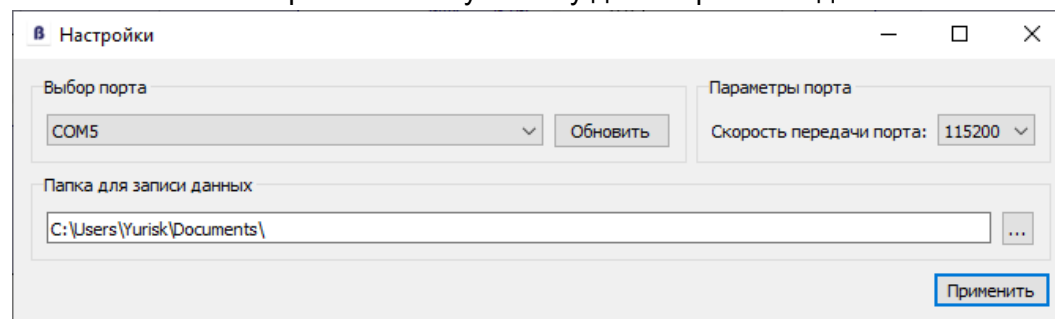

Рисунок 12 - Окно “Настройки”
6) Для сохранения получаемых данных в виде текстового файла необходимо открыть настройки (см. рис. 12) кнопкой , и в нижней строке появившегося окна выбрать желаемую папку для сохранения данных и нажать кнопку “Применить”